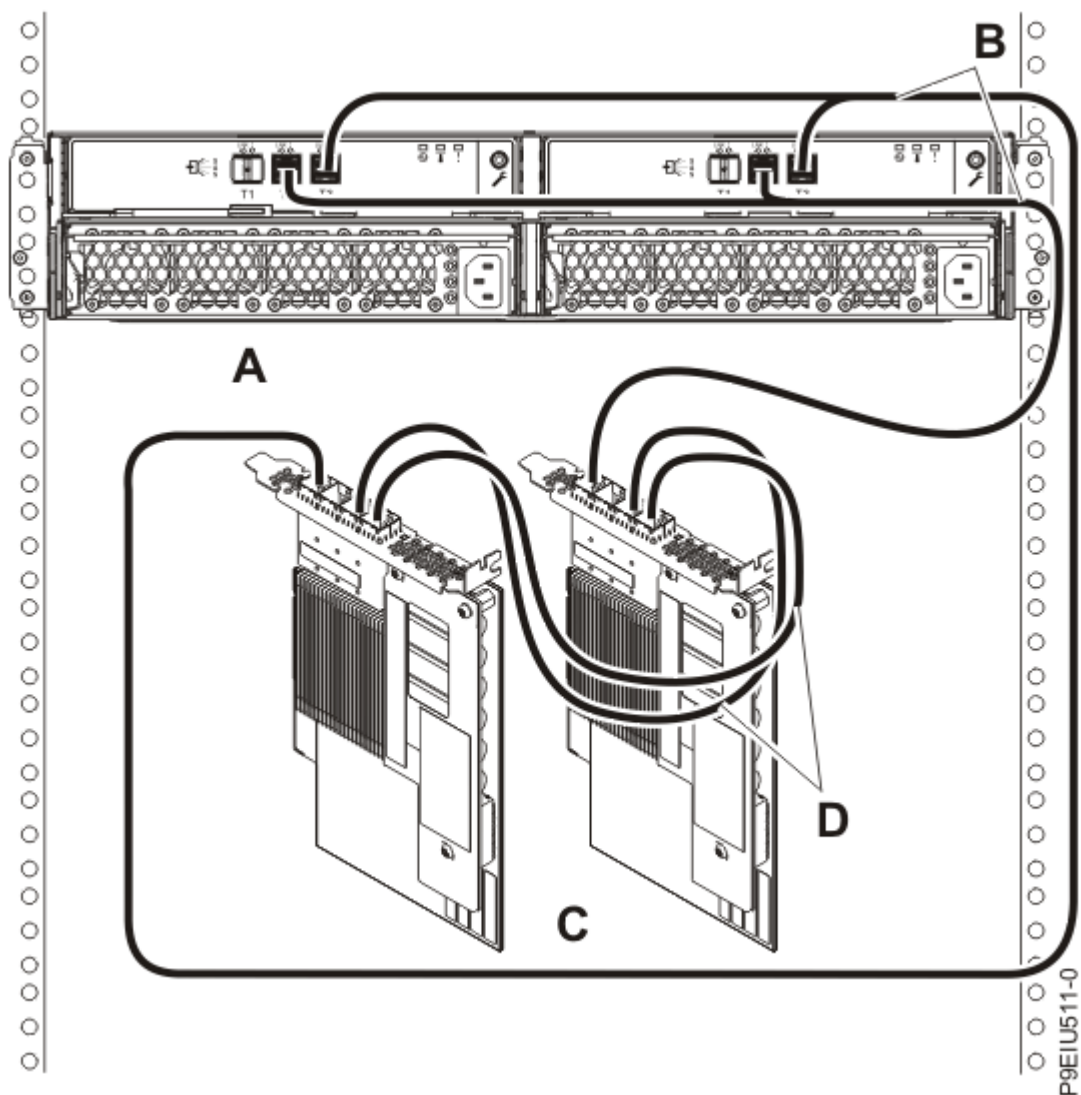

Рисунок 15. Подключение Блок памяти ESLL или ESLS с помощью кабеля YO12 к паре адаптеров SAS FC EJ0L или FC EJ14, соединенных кабелями AA, в режиме 1
15. Затем подключите один корпус (A) к паре адаптеров SAS FC EJ0L или FC EJ14 (C), соединенных кабелями AA (D), с помощью кабелей Y012 (B) в режиме 1 (см. Рисунок 15 на стр. 21) и перейдите к шагу “Подключение кабелей данных, кабелей питания и установка крышек” на стр. 30.